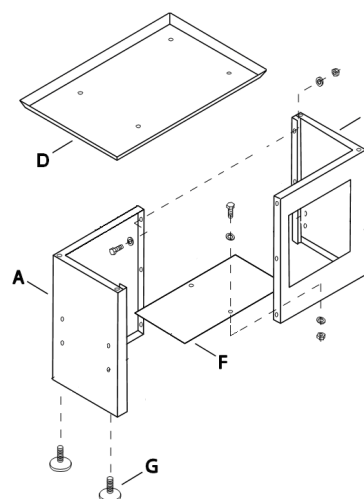

Fig 1
Monter les tôles des cotés gauche (A) et droit (B) avec six vis hexagonales, des rondelles et des écrous (Fig 1).